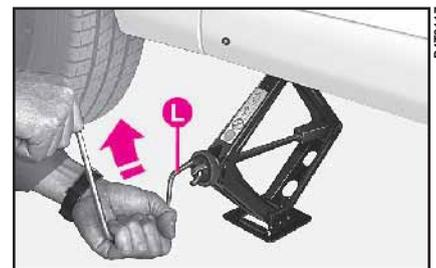

fig. 10
13) Tourner la manivelle **L** (fig. 10) du cric et procéder au levage de la voiture jusqu'à ce que la roue se trouve à quelques centimètres au-dessus du sol. En tournant la manivelle, vérifier si la rotation se fait librement, sans risques d'excoriations à la main dues au frottement contre le sol. Les parties du cric en mouvement (vis et articulations) peuvent également produire des lésions; éviter dès lors tout contact avec ces parties. Se nettoyer très soigneusement si l'on s'est sali avec de la graisse lubrifiante.